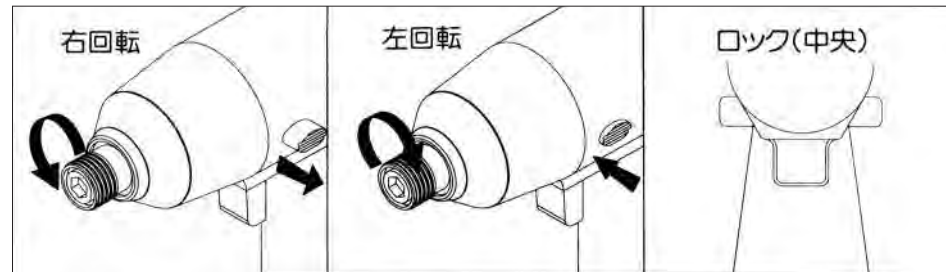

図3
- ご使用前に回転方向を確認して正逆スイッチの位置を調整して下さい。正逆スイッチの↻側を押しますと右回転、↺側を押すと左回転します。(図3参照)
- スイッチを軽く引きますと低速回転で、引くに従って回転が速くなります。(図3参照)